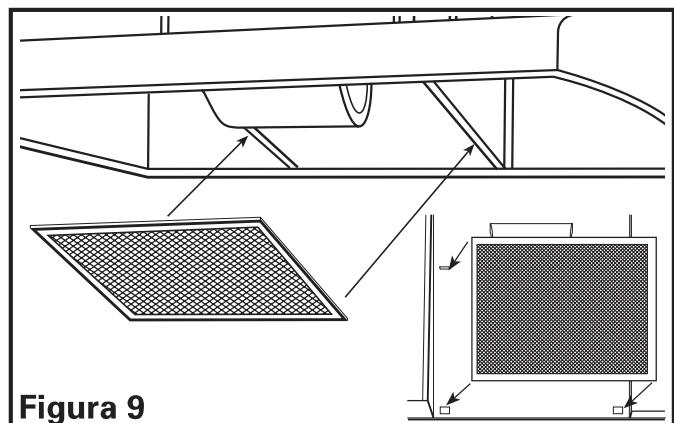

Figura 9
- Instale los filtros apropiados deslizando el lado posterior del filtro dentro de la lengüeta y oprimiendo el frente del filtro en su lugar (**Figura 9**).